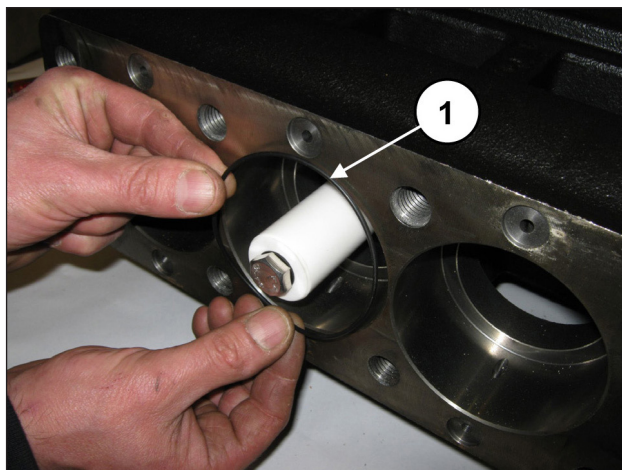
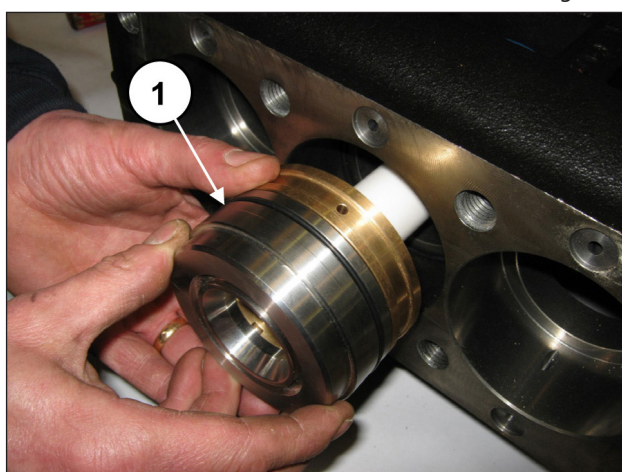

Fig. 190
Fig. 191
Introducir la junta tórica en el cárter de la bomba (pos. ①, Fig. 190) y, a continuación, introducir a fondo el bloque camisa-soporte junta (con la junta tórica) ensamblado anteriormente (pos. ①, Fig. 191).